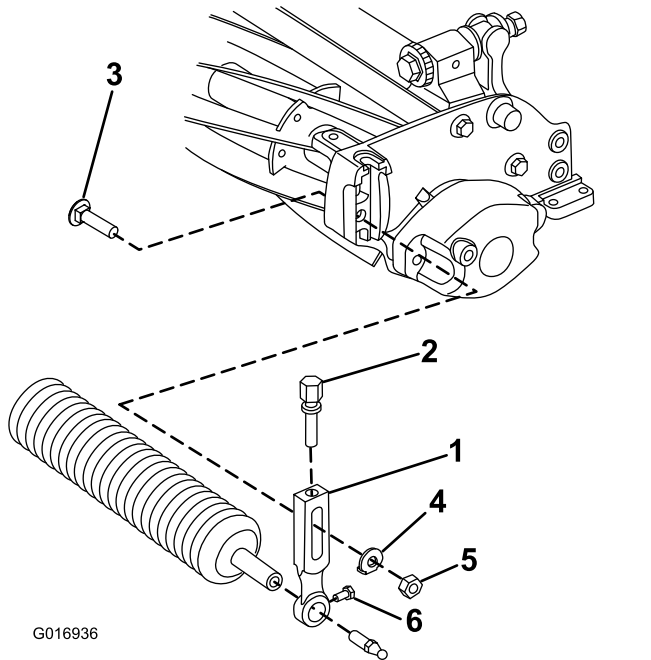

Figure 2
2. Sur l'unité de coupe, desserrez les vis qui fixent chaque côté du rouleau avant aux bras de hauteur de coupe (Figure 2).
3. Retirez les boulons de charrue, les rondelles et les contre-écrous qui fixent les bras de hauteur de coupe à chaque extrémité de l'unité de coupe (Figure 2). Déposez les bras de hauteur de coupe et le rouleau.
4. Retirez les vis de réglage de hauteur de coupe et les vis de fixation de rouleau des bras de hauteur de coupe (Figure 2).